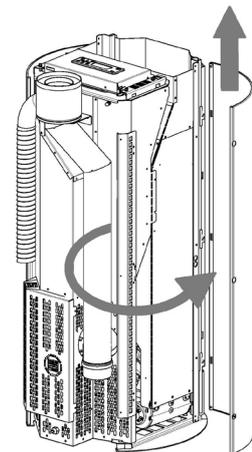

Fig. 73 - Odstranjevanje stranic
- Odprite stranico in jo snemite z zobcev (gl. **Fig. 73**).